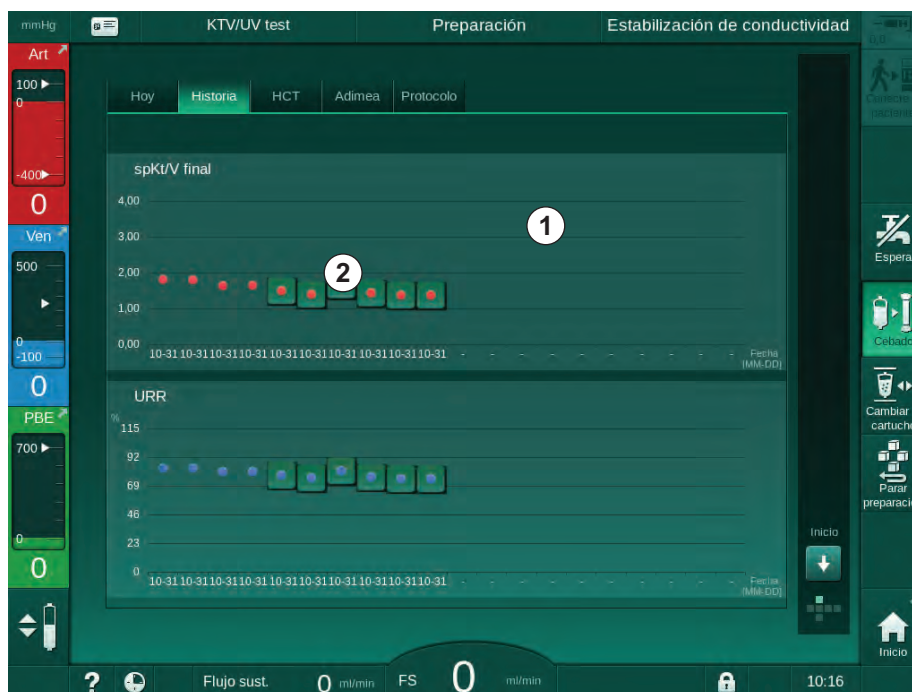

Fig. 11-14 Historial de parámetros en la pantalla *Información*
Para las 6 última terapias finalizadas existe información más detallada. Después de pulsar el parámetro correspondiente (Fig. 11-14, ②) para una fecha determinada, se muestra la evolución gráfica de este parámetro para el tratamiento en particular (Fig. 11-15). La resolución es 5 minutos. La visualización gráfica se cierra pulsando *Atrás* ① .